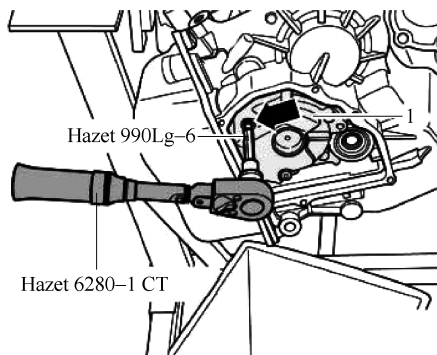

图 3-3-11 拆卸变速器油泵
7) 用加长 12 角套筒扳手 Hazet 990Lg-6 和扭力扳手 Hazet 6280-1 CT 旋出沉头螺栓(箭头处)，并拆下其余 3 个平头螺栓，如图 3-3-11 所示。同时取出变速器油泵 1 以及变速器油泵轴。